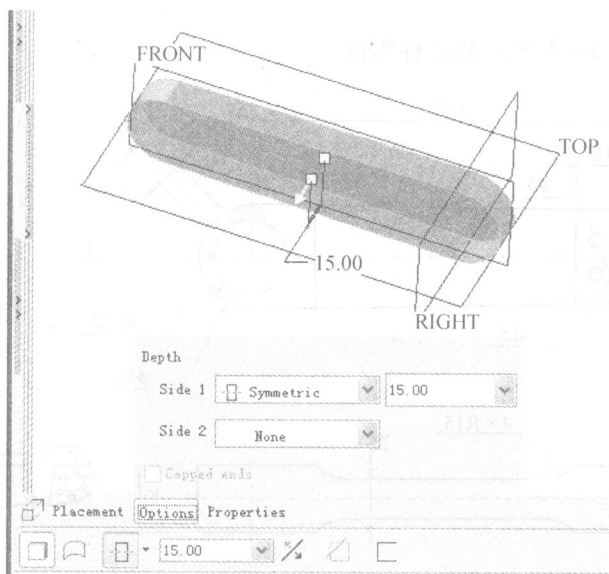

图 7-3
② 点击 ，完成草绘→【Options(选项)】→修改深度方式为【Symmetric(对称)】→修改深度为“15”，如图 7-3 所示。